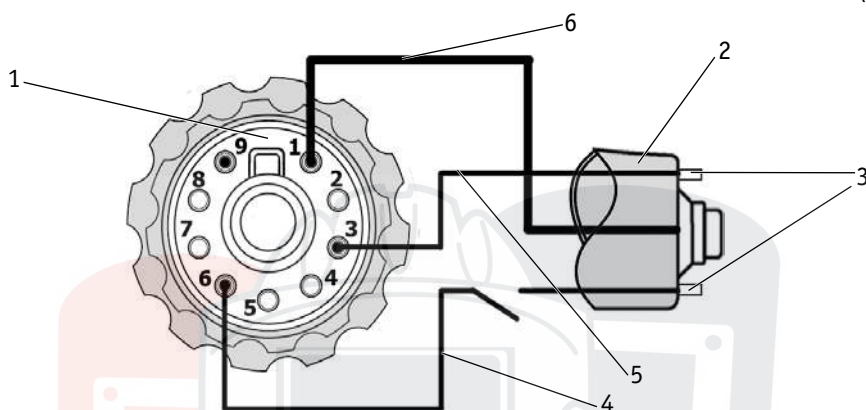

Рис. 9.3. Схема разъёма ручного плазмотрона.
1. Разъём центральный кабельный (См. рис. 9.3).